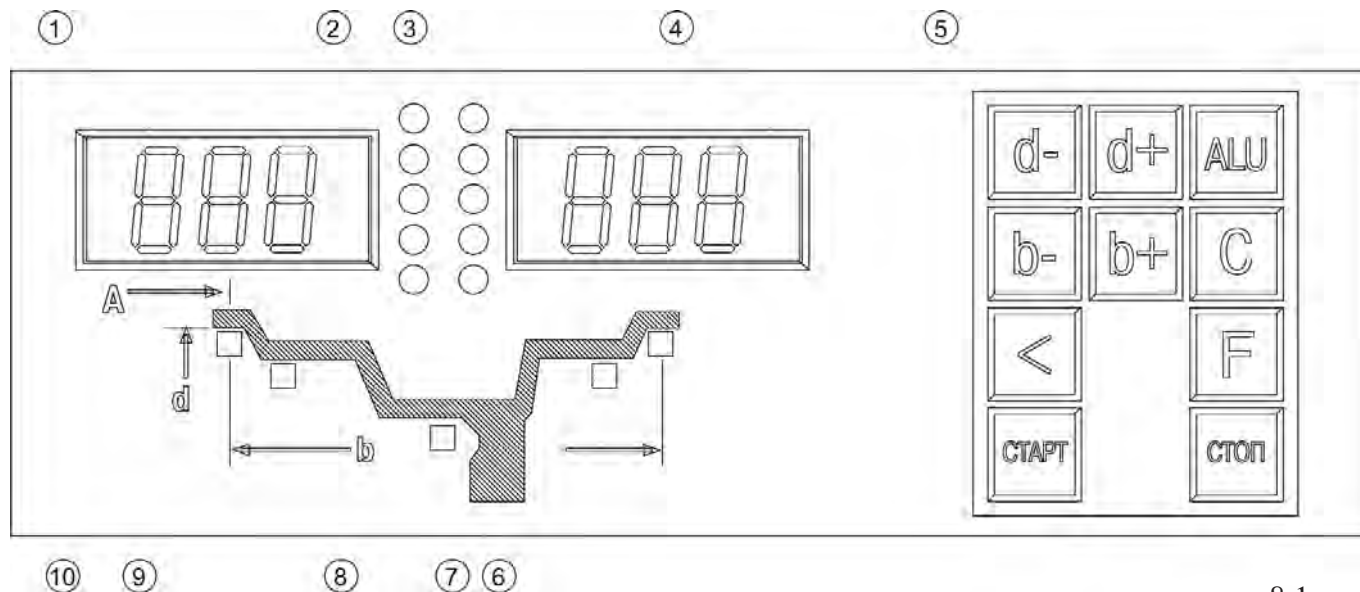

рис. 8.1.
8.1. Общий вид лицевой панели показан на рис. 8.1.
При выдвигании штанги на индикаторах 1 (рис. 8.1) отображается символ « A », а на индикаторах 4 значение параметра « A ». После возвращения штанги в исходное состояние на индикаторах 1 и 4 некоторое время сохраняется значение параметра A , затем показания на них возвращаются к отображению текущих значений масс корректирующих грузов.
11.2. Переключение схем ALU1-ALU5 осуществляется последовательным нажатием кнопки «ALU» при этом схема установки грузов отображается загоранием соответствующих светодиодов 6-10 (рис.8.1), кроме того, на индикаторах 1 отображаются символы ALU, а на индикаторах 4 номер 1-5. Через 2-3 сек. после установки требуемой программы ALU индикаторы 1-4 переходят в режим отображения дебаланса.
12.1. При включении тумблера питания СБ на индикаторах 1 (рис. 8.1) высвечивается трехзначное число – номер версии программного обеспечения. Через 2-3 сек на индикаторах 1 и 4 должны загореться нули, кроме того должны загореться светодиоды 6 и 10, что
свидетельствует о включении режима стандартной балансировки с установкой на обеих плоскостях коррекции грузиков на пружинках. На линейках 2 и 3 (рис. 8.1) должны загореться центральные светодиоды.
12.2. При включении СБ программа измерения дебаланса настраивается таким образом, что дебаланс менее 8 г (заводская установка) на любой плоскости коррекции не показывается, в этом случае на индикаторах 1 и 4 (рис. 8.1) высвечиваются «0». Минимальный дебаланс отображающийся на индикаторах 1 и 4 равен 8 г. Дебаланс, превышающий 8 г, округляется до величины кратной 5, т. е. дебаланс 9, 10, 11 и 12 г отображается цифрой 10, дебаланс 13, 14, 15, 16 и 17 г – цифрой 15 и т. д. Для просмотра неокругленного значения дебаланса или дебаланса менее 8г. необходимо нажать кнопку «<», при этом на индикаторах 1 и 4 на 2-3 сек высвечиваются фактические значения дебаланса, определенные в данном запуске.
12.4.1. Вручную поворачивайте колесо, при этом свечение светодиодов на линейках 2 и 3 (рис. 8.1.) будет перемещаться, и в какой-то момент на одной из линеек загорятся все светодиоды.
12.4.4. Для проверки результатов балансировки снова запустите СБ. Если колесо отбалансировано правильно, на индикаторах 1 и 4 (рис.8.1.) отображаются «0».
Если после поворота колеса так, чтобы на линейке 2 или 3 (рис.8.1) загорелись все светодиоды, первоначально установленный груз находится в зоне А, вместо него следует поставить более тяжелый груз. Если в зоне Б, вместо него следует установить более легкий груз. Если груз находится в одной из зон В, его следует сместить в направлении, указанном стрелками.
13.2.1. Войти в программу калибровки СБ, для чего нажать и удерживать кнопку «С». На индикаторах 1 и 4 (рис. 8.1), появятся мигающие символы «CAL». После звукового сигнала символы «CAL» загорятся постоянно.